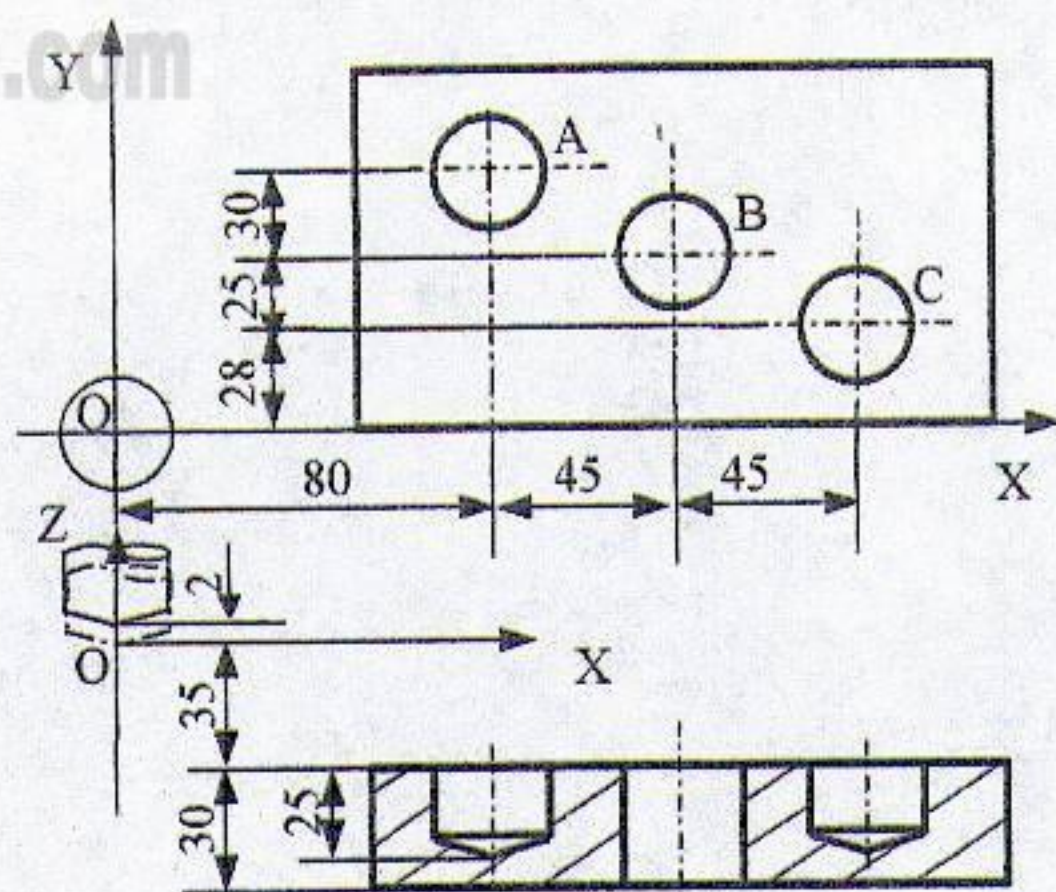

图 1
1. 在立式加工中心上对图 1 所示零件 3 个 $\Phi 20\text{mm}$ 的孔进行钻削加工，对刀点在 O 点，主轴转速选择 S500，进给速度选择 F100，根据孔径选用 $\Phi 20\text{mm}$ 的钻头，加工一批零件后，刀具长度磨损量为 2mm，若按 A, B, C 顺序加工，试编写加工程序，如果将刀具长度补偿值放在 H01 代码指定的存储器中，应放何值？